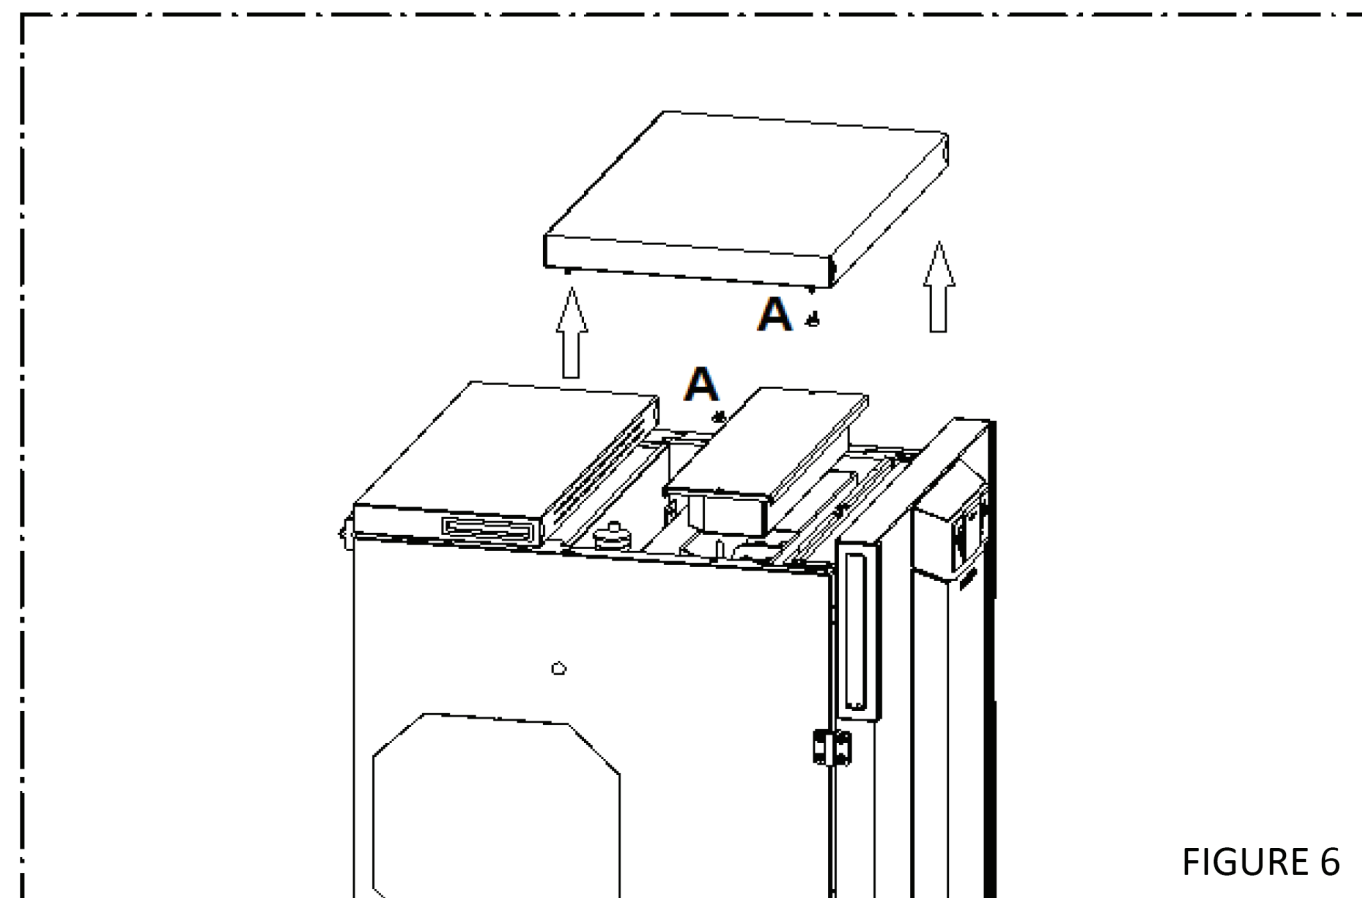

FIGURE 6
- Aspirer les cendres dans le compartiment supérieur de l'échangeur (Figure 6). Pour y accéder, retirer les revêtements supérieurs, puis retirer les 2 vis de blocage du capot du réservoir (A). Au remontage, vérifier l'intégrité de la garniture. Remplacer si nécessaire. Apporter une attention particulière afin d'éviter que l'isolant ne soit abîmé lors de l'entretien (dommage non-couvert par la garantie). Lors du remontage, prendre un soin particulier pour s'assurer de l'hérmétisme du foyer.